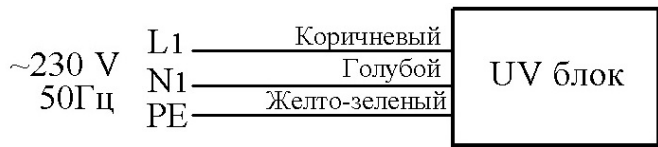

Рис.1
- Предварительно отключив питающую сеть, подключите светильник к сети AC176-264V через выведенный провод в соответствии со схемой подключения (Рис.1 и 2).
- Соедините сетевые провода к обесточенной заранее линии по схеме (Рис.1 и 2);